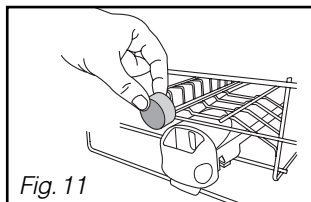
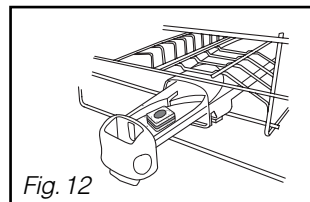

Fig. 11
Fig. 12
não multifunções no compartimento exterior (fig. 11) ou para um óptimo funcionamento, puxar a gaveta do distribuidor e colocar a pastilha. (fig. 12)
• **Colocar a pastilha** no compartimento exterior (fig. 11 página anterior), **ou para um óptimo resultado, puxar a gaveta do distribuidor e colocar a pastilha no interior.** (fig. 12 página anterior).